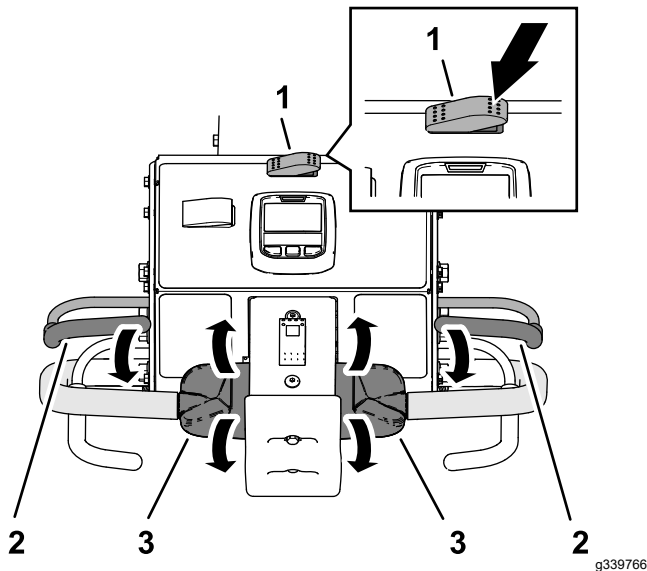

Figura 87
3. Pulse el lado derecho del interruptor de transporte/aireación hasta la posición de AIREACIÓN (Figura 87).
5. Agarre el manillar izquierdo o derecho y la barra de presencia del operador (Figura 87) y apriete la barra hacia el manillar.